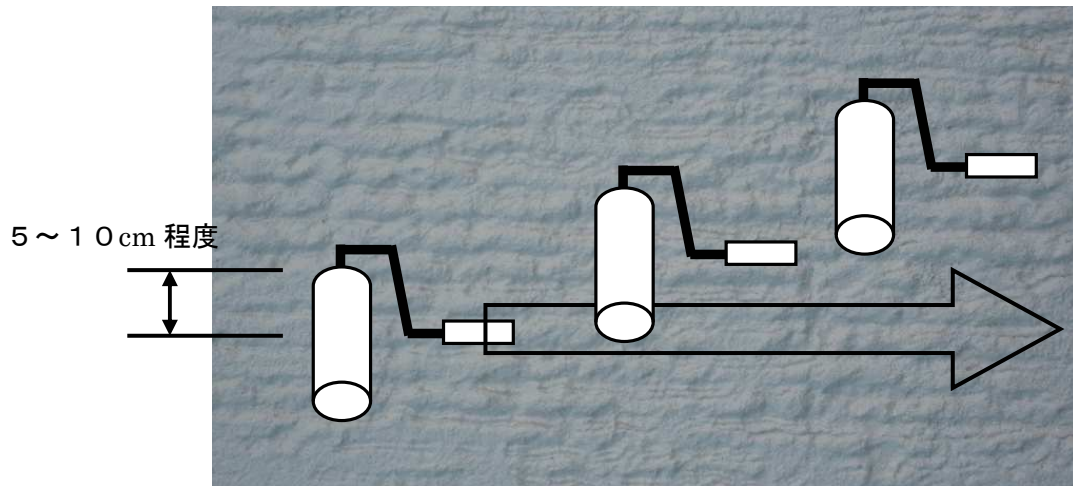

図3
- ・配り塗りしたジョリパットネオが乾燥しないうちに、JR-188を横方向に転がしパターン付けを行う(図3)。
- ・ 隣のパターンと5～10cm程度、交差するようにローラーを転がす。(図3)